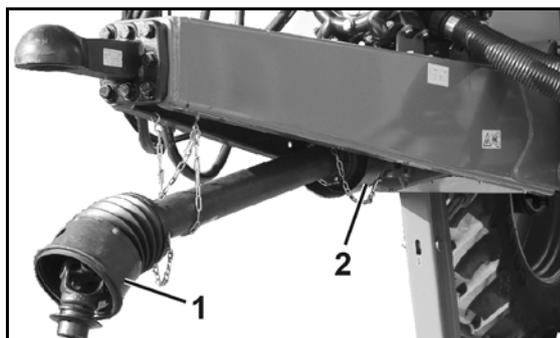

Fig. 12
- Fig. 12/...
- (1) Protección del árbol de transmisión con cadenas de sujeción
- (2) Embudo de protección